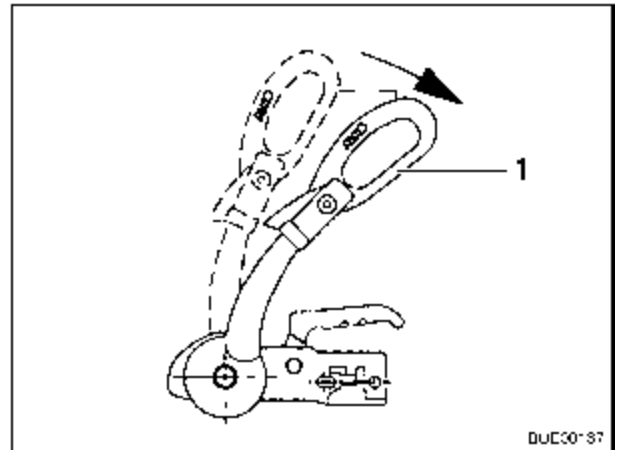

Fig. 151 Tirador de estabilización
- Abrir el tirador de estabilización (Fig. 151,1).